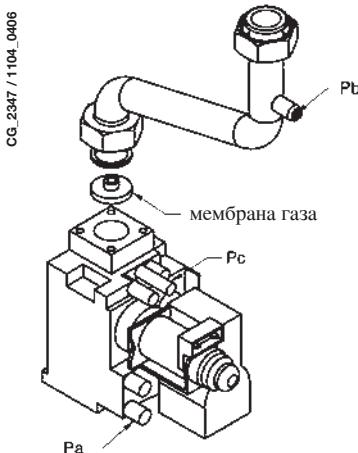

Рис. 10
- заменить газовую мембранны, находящуюся на газовом клапане (рисунок 10). Диаметр мембранны приведен в таблице 2.
- подключите положительный вход дифференциального манометра, предпочтительно жидкостного, к точке измерения давления (P_b) газового клапана (Рисунок 10). Подключите, только для моделей с закрытой камерой, отрицательный вход этого же манометра к специальному тройнику "T", позволяющему соединить между собой компенсационную точку котла, компенсационную точку газового клапана (P_c) и сам манометр. (Равнозначное измерение можно выполнить, соединив манометр с точкой давления (P_b) и без передней панели герметичной камеры);
- проверить, что динамическое давление подачи котла, измеренное в точке давления (P_a) газового клапана (Рисунок 10) правильное (37 мбар для пропана или 20 мбар для природного газа).
В том случае, если давление подачи метана слишком низкое (ниже 17 мбар), следует снять газовую мембранны, монтированную над газовым клапаном (рис. 10) и задать параметр F02=00 на электронной плате (§21).
- Отрегулировать винт "Р_{макс/Р_{мин}}" (рисунок 10) до получения величины давления, указанной в Таблице 1.
- Для настройки давления на максимальной мощности используйте регулировочный винт "Р_{макс}" (рис. 10), поверните его по часовой стрелке для увеличения давления на горелке и против часовой для уменьшения.
- Для настройки давления на минимальной мощности используйте регулировочный винт "Р_{мин}" (рис. 10), поверните его против часовой стрелки для увеличения давления на горелке и по часовой для уменьшения.